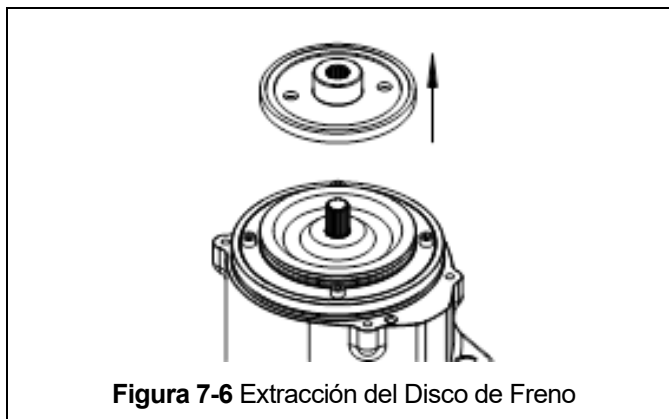

Figura 7-6 Extracción del Disco de Freno
- 6) Retire el Disco de Freno, como se muestra en la Figura 7-6. Mida el grosor del disco de freno y el ancho de las ranuras centrales de acuerdo con la Tabla 5-4.